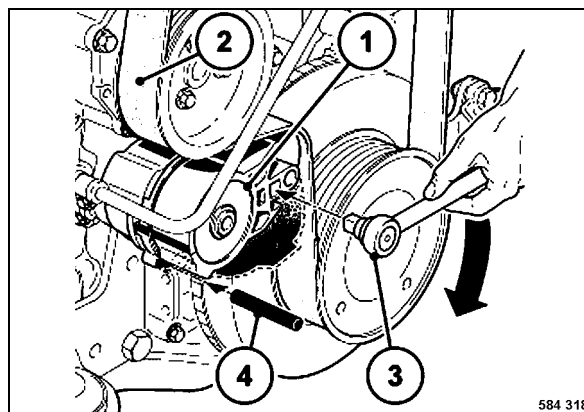

Fig. 182
- Empujar el rodillo tensor 1 (Fig. 182) con carraca (3) en sentido de la flecha hasta la espiga de detención (4) se puede fijar en el agujero de montaje.